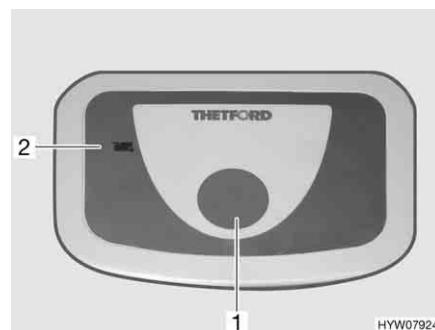

Fig. 166 Pulsante dello sciacquone/spia di controllo toilette Thetford
- Per sciacquare premere il pulsante blu (Fig. 166,1).
La spia di controllo (Fig. 166,2) si accende quando il serbatoio fiscale deve essere svuotato.